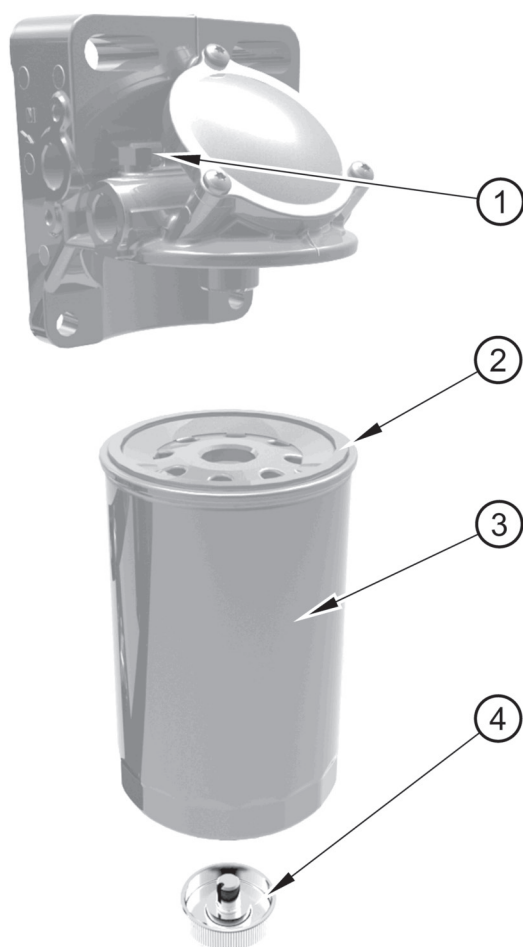

Figura 28
3. Ponga un paño suave sobre el tornillo respiradero (figura 28, elemento 1) del filtro. Abra el tornillo respiradero para aliviar la presión que puede haber en el sistema de combustible.